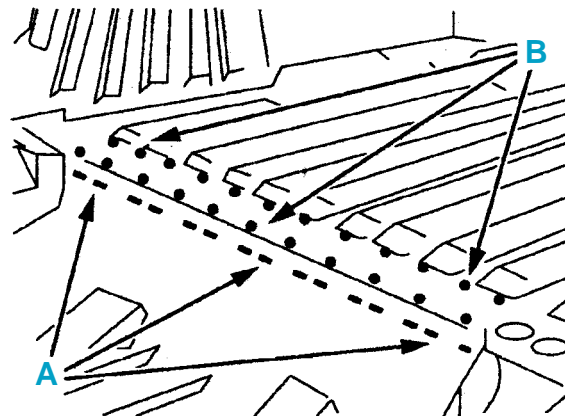

fig. CAR. 252
- Souder par points bouchons au MIG (suivant A) (fig. CAR. 252).